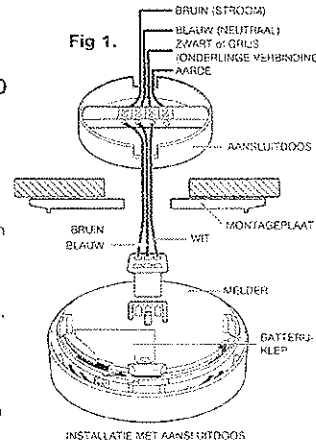

Fig 1.
B. INSTALLATIE (Zie fig. 1, 2 en 3)
- Gebruik een van de installatiemethoden die zijn weergegeven in fig. 1 en 2.
De installatiemethode in fig. 1 is geschikt voor plafonds van gipsplaat of soortgelijk materiaal, waarbij er een lege ruimte is om een aansluitdoos te monteren.